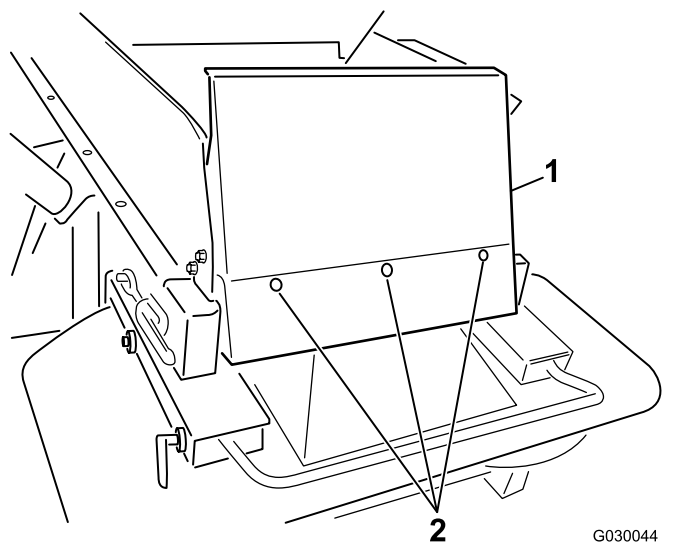

Figura 7
6. Instale el protector de la tolva usando los pernos de cabeza de botón (1/4" x 5/8") y las contratuercas de nylon suministrados (Figura 7).